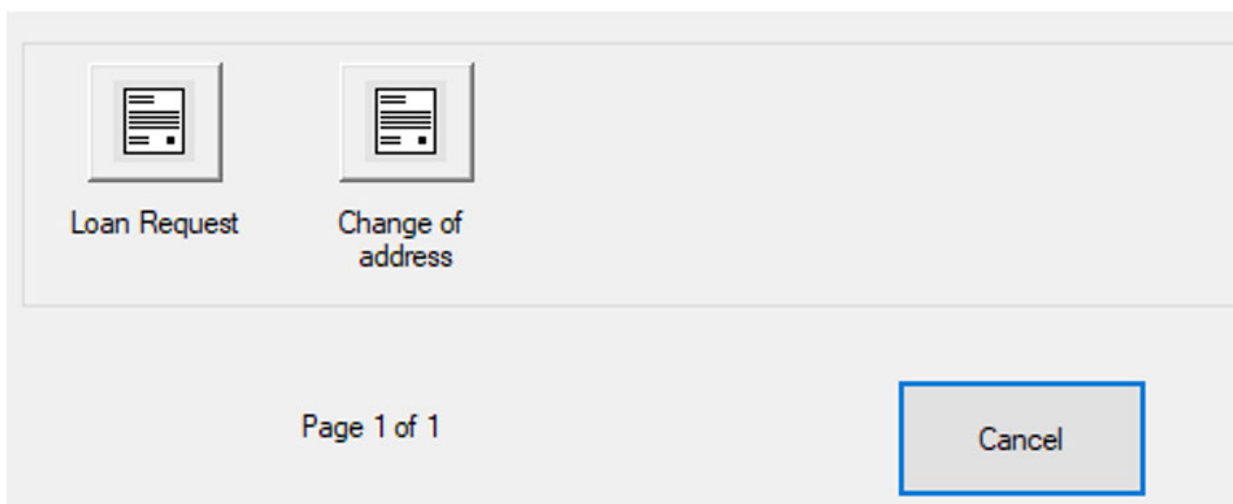

図 4-5 : ページサブタイプ
2. ポップアップディスプレイから、関連するページサブタイプを選択します（図 4-5）。